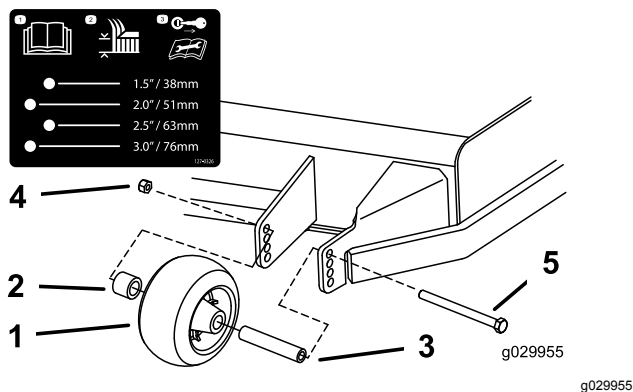

Figura 27
3. Regolate i rulli antistrappo come illustrato nella Figura 27.